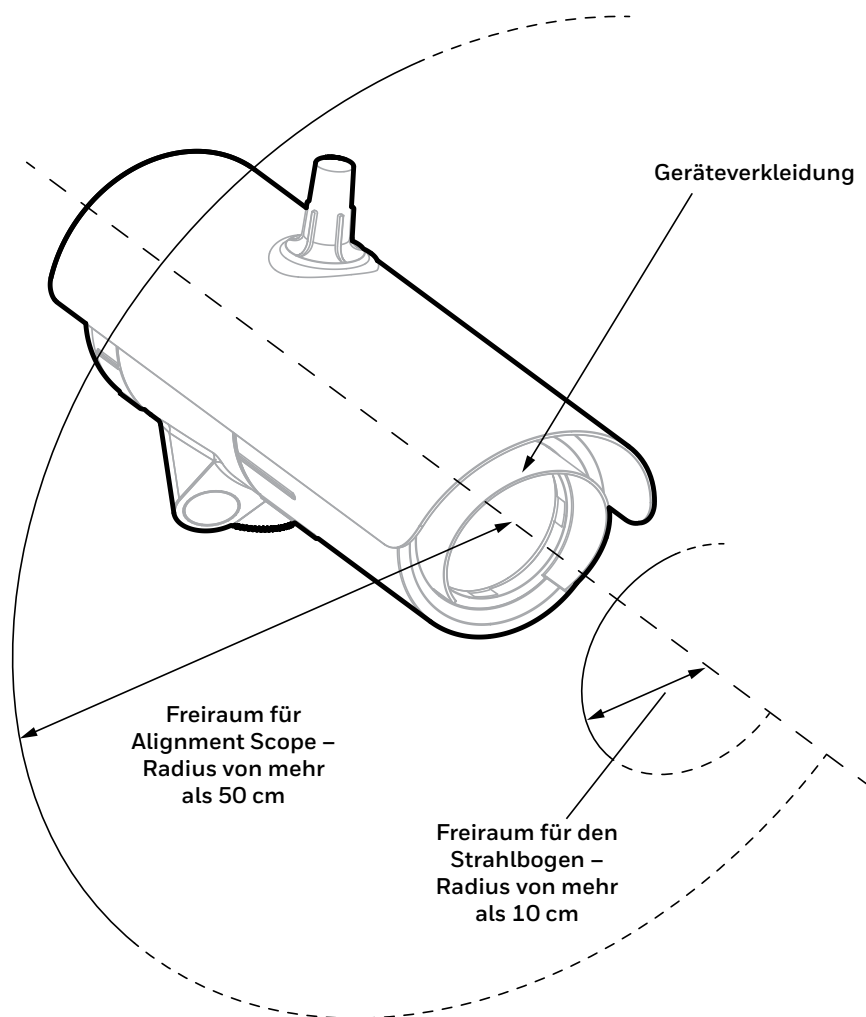

Abbildung 4. Freiraum für den Strahlbogen
3. Setzen Sie den Zapfen in den Montageplattenadapter für den Universal-Montagehalterungsflansch ein (Abbildung 4).